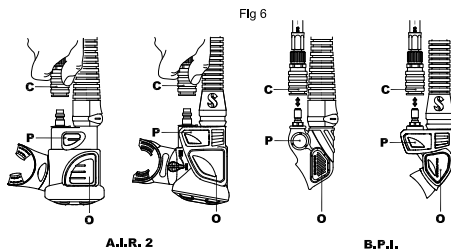

図 6
クイック・ディスコネクト・カブラ付属(図 6 - C):
BCへ空気を取り込むためには、パワーインフレーションバルブ・ボタンを押してください。(図6-P)。空気がBCに入るはずですが、PIVボタンを繰り返し押ししたり離したりすることで、小刻みな給気を利用するとさらに給気コントロールがよくなります。
2. オーラルインフレーションバルブボタン(図6-O)を押し、十分排気しながら、息を吐き続けてください。